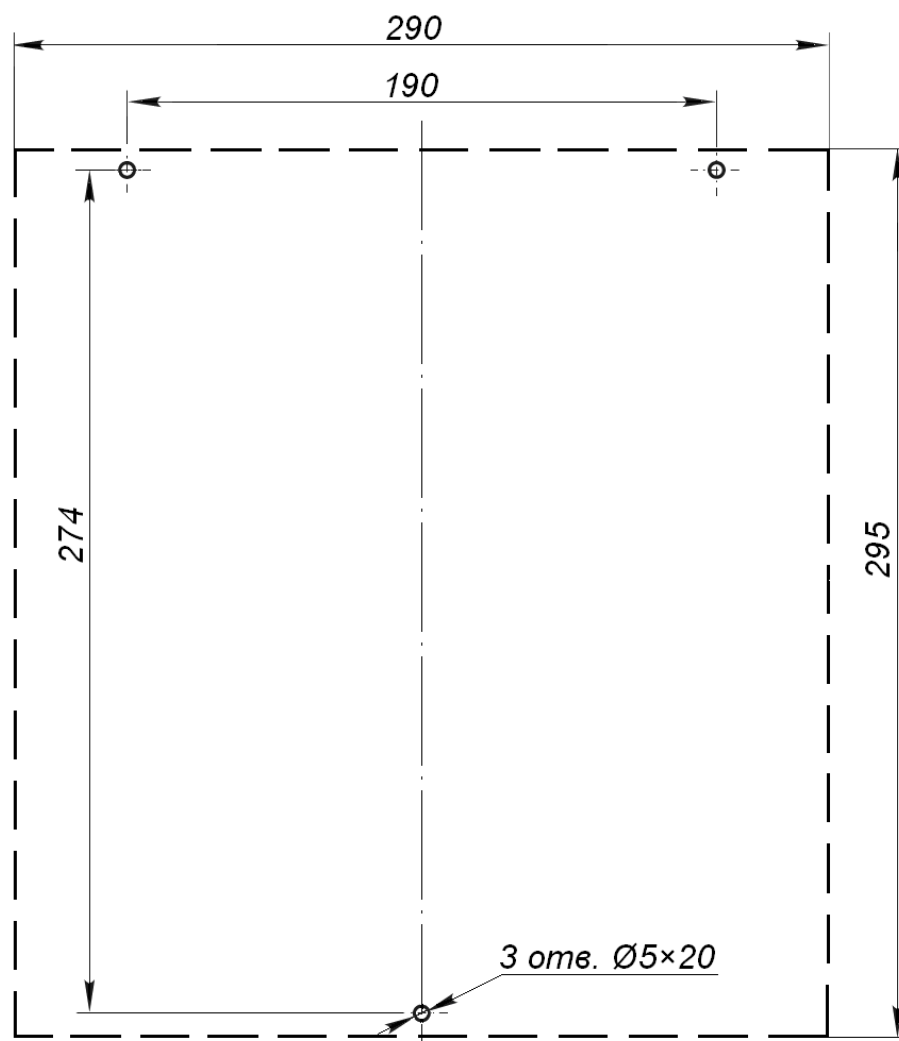

Рисунок 9. Разметка отверстий для крепления БУ на стене
5. Извлеките из коробки створку (3). Установите ее на поворотную стойку (1) в патрубки (14). Через отверстия в патрубках (14) затяните установочные винты крепления створки ключом шестигранным S5. Убедитесь, что створка (3) надежно закреплена.
6. Проверьте свободный поворот створки калитки. Для этого разблокируйте ключом (7) замок механической разблокировки (6) (см. разд. 10.1). Створка калитки должна поворачиваться рукой в обе стороны легко и равномерно. После проверки установите створку в исходное положение и заблокируйте вращение калитки ключом.
7. Выполните разметку отверстий для крепления БУ (8) на стене согласно рис. 9. Просверлите отверстия и установите в них пластмассовые дюбели из комплекта монтажных частей. Ввернув два верхних шурупа, повесьте на них БУ (8) и зафиксируйте его нижним шурупом, который защищает БУ от случайного сдергивания.